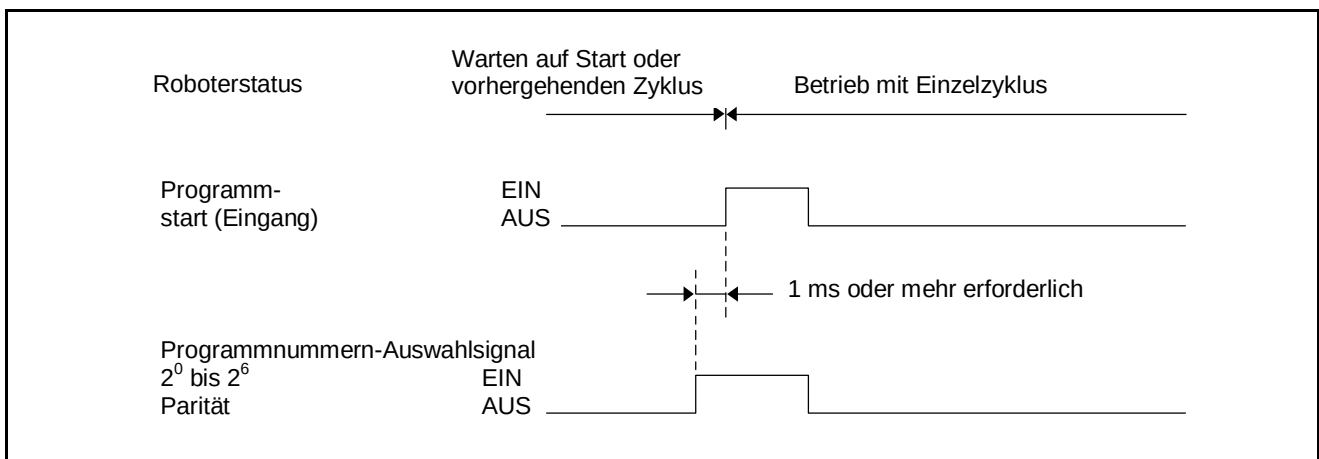

Abbildung 5-36 Programmnummern-Auswahlsignal
(3) Eingangsbedingungen und Bedienung
- ① Dieses Signal kann nur im externen Modus ausgeführt werden. In anderen Modi wird ein Fehler (FEHLER21E2, 21E4, 21E6) angezeigt, und die Terminal-Motorstromversorgung wird ausgeschaltet.
- ② Wie in Tabelle 5-13 gezeigt, besteht das Programmnummern-Auswahlsignal aus 8 Bits: den Bits 2^0 bis 2^6 und dem Paritätsbit.
- ③ Geben Sie eine Dezimal-Programmnummer ein, indem Sie sie in Bits 2^0 bis 2^6 und Paritätsbit konvertieren.
- ④ EIN steht für den Bitwert = 1, AUS steht für den Bitwert = 0, und das Paritätsbit hat eine ungerade Parität.
- ⑤ Wie in Abbildung 5-36 gezeigt, müssen Sie das Programmnummern-Auswahlsignal vor dem Programmstartsignal (1 ms oder mehr) eingeben und den Status beibehalten, bis der Roboter zu Arbeiten beginnt. Wenn diese Bedingung nicht erfüllt ist, werden FEHLER2031 oder FEHLER2033 angezeigt, der Motor wird ausgeschaltet, und der Modus wird in den Auto-Modus gewechselt.